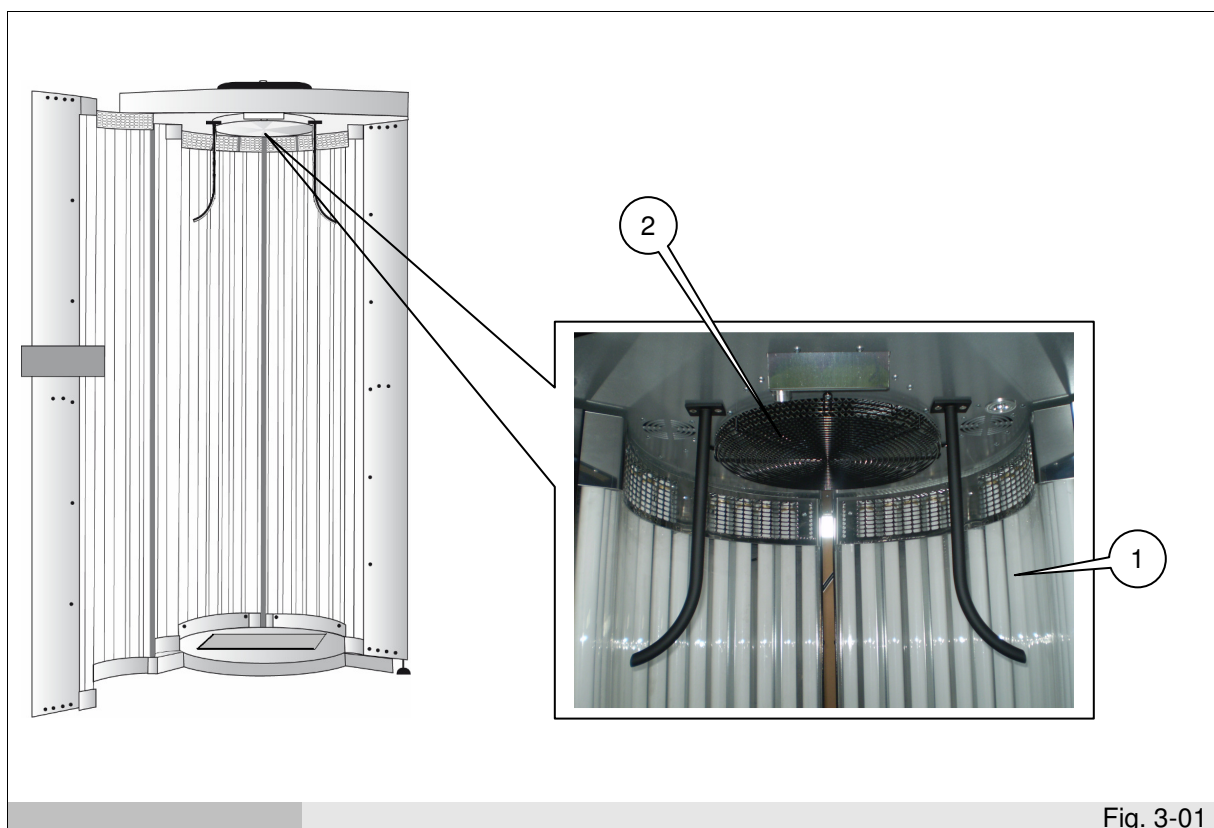

Fig. 3-01
- carter in Plexiglas di protezione a copertura delle lampade interne (rif. 1 fig. 3-01)
- griglia di protezione a copertura del sistema di raffreddamento (rif. 2 fig. 3-01)
- un sensore all'interno del tetto (rif. 3 fig. 3-01) che interviene, spegnendo le lampade, nel momento in cui viene superato il valore di temperatura critico